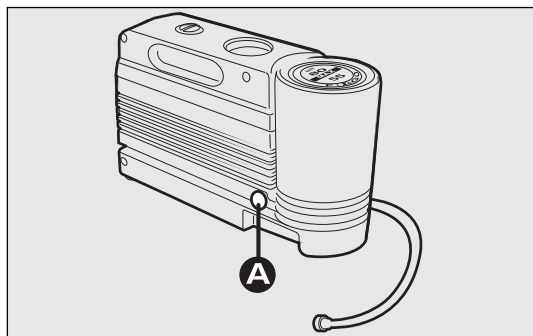

fig. 183
- ☐ pulsar el botón A-fig. 183 para soltar el recambio;